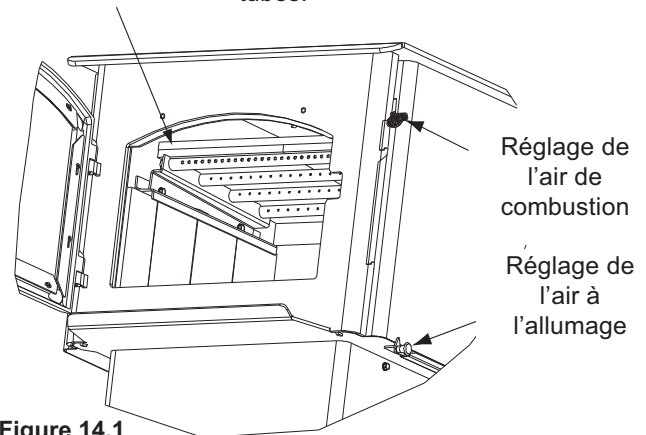

Figure 14.1
1. Confirmez que la position du déflecteur est correcte. Il doit affleurer le tube avant et reposer sur tous les tubes (**Figures 14.1 et 14.2**).